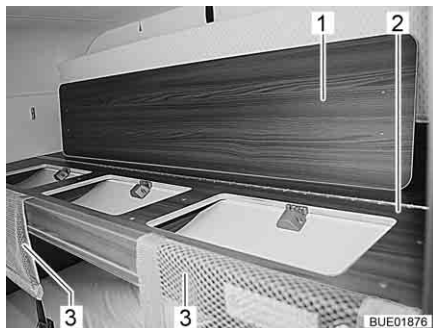

Fig. 83 Filets de sécurité et plateau
- Retirer les filets de sécurité (Fig. 83,3) de sur la couchette.
- Poser le plateau (Fig. 83,1) sur la couchette (Fig. 83,2).